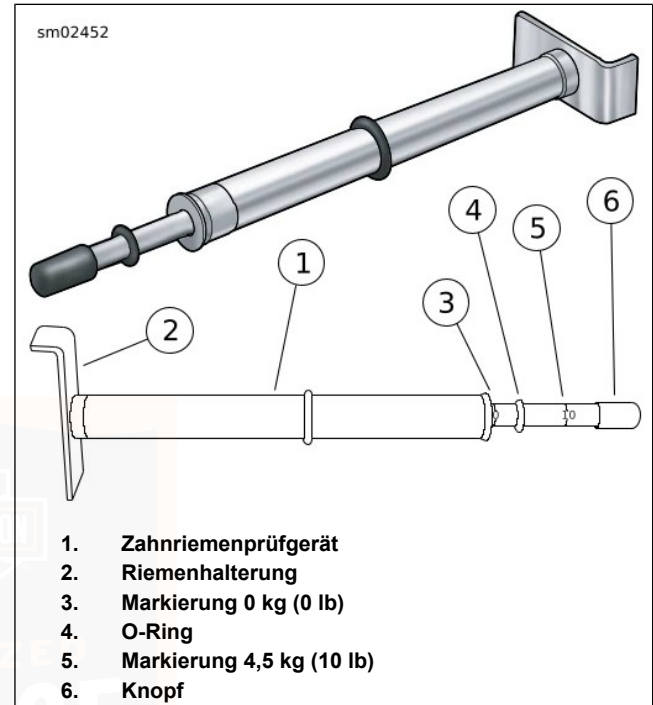

Abbildung 48. Zahnriemenprüfgerät
3. Siehe Abbildung 48. Messung der Riemendurchbiegung mit ZAHNRIEMENPRÜFGERÄT (TEILE-NR.: HD-35381-A):
- a. Den O-Ring (4) zur Null-Markierung (3) schieben.
- b. **Modelle mit Rahmendurchbiegungs-Sichtfenster:** Die Riemenhalterung (2) in einer Linie mit dem Riemendurchbiegungs-Sichtfenster an den unteren Teil des Antriebsriemens anlegen.
- c. **Alle anderen Modelle:** Die Riemenhalterung (2) gegen die Unterseite des Antriebsriemens auf halbem Wege zwischen den Antriebsriemensscheiben anordnen.
- d. Den Knopf (6) nach oben drücken, bis der O-Ring nach unten auf die Markierung 4,54 kg (10 lb) (5) rutscht; dort festhalten.